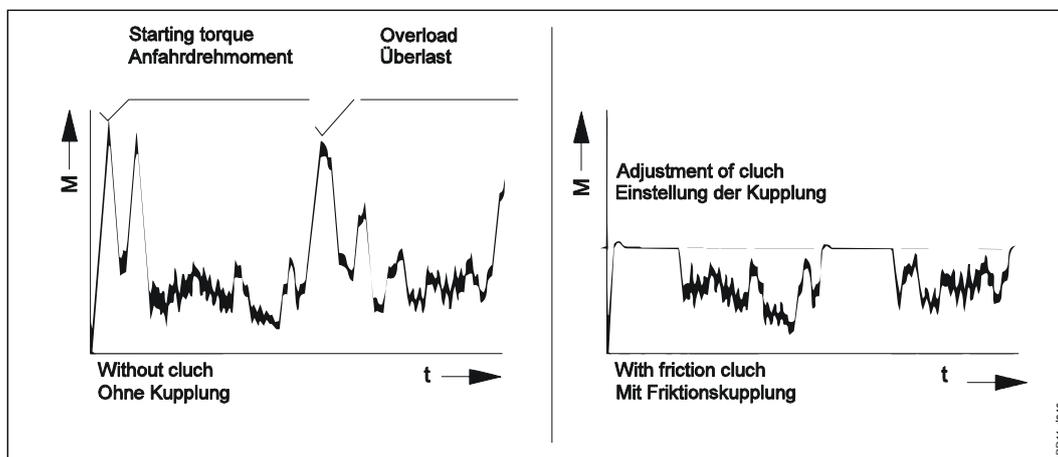

Fig. 5-3
- Fig. 5-3 Um eine lange Lebensdauer für Ihren Schlepper und Ihre Maschine sicherzustellen, ist die Maschine mit einer Friktionskupplung zwischen Schlepper und Maschine ausgerüstet. Die Figur zeigt, wie die Kupplung die Transmission gegen hohe Momentenspitzen sichert und gleichzeitig im Stande ist, das Moment hoch zu halten, während sie gleitet.